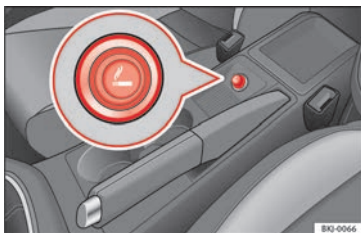

Fig. 165 Encendedor.
- Presione el encendedor » **fig. 165** para activarlo » **⚠**.